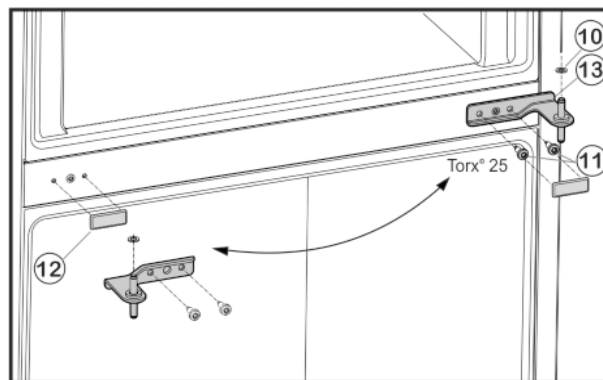

Fig. 6
- Bevestigingsbouten Fig. 6 (11) losschroeven (2 maal Torx® 25) en het middelste scharnierblok uit de onderste deur trekken.
- Kunststof ring Fig. 6 (10) verwijderen.
- Afdekking Fig. 6 (12) voorzichtig wegtrekken.
- Afdekking Fig. 6 (12) terugplaatsen op de andere zijde.
- Middelste scharnierblok Fig. 6 (13) 180° gedraaid in de onderste deur plaatsen en met bevestigingsbouten Fig. 6 (11) 2 maal Torx® 25 op de nieuwe scharnierkant **stevig (met 4 Nm)** aandraaien.
- Kunststof ring Fig. 6 (10) weer aanbrengen.
- Bovenste deur op het middelste scharnierblok Fig. 6 (13) plaatsen.